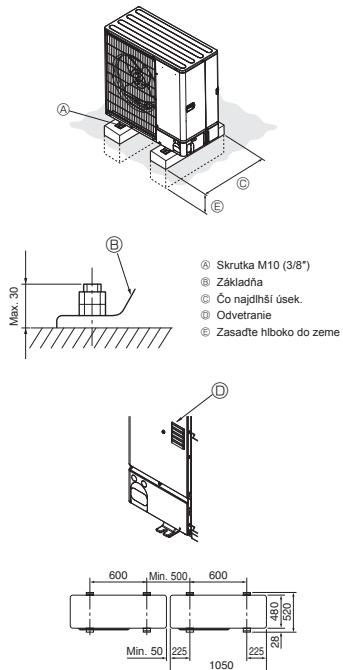

Fig. 3-1
- Aby ste predišli počas prevádzky klepotavým zvukom, jednotku nainštalujte na pevný a rovny povrch. (Fig. 3-1)